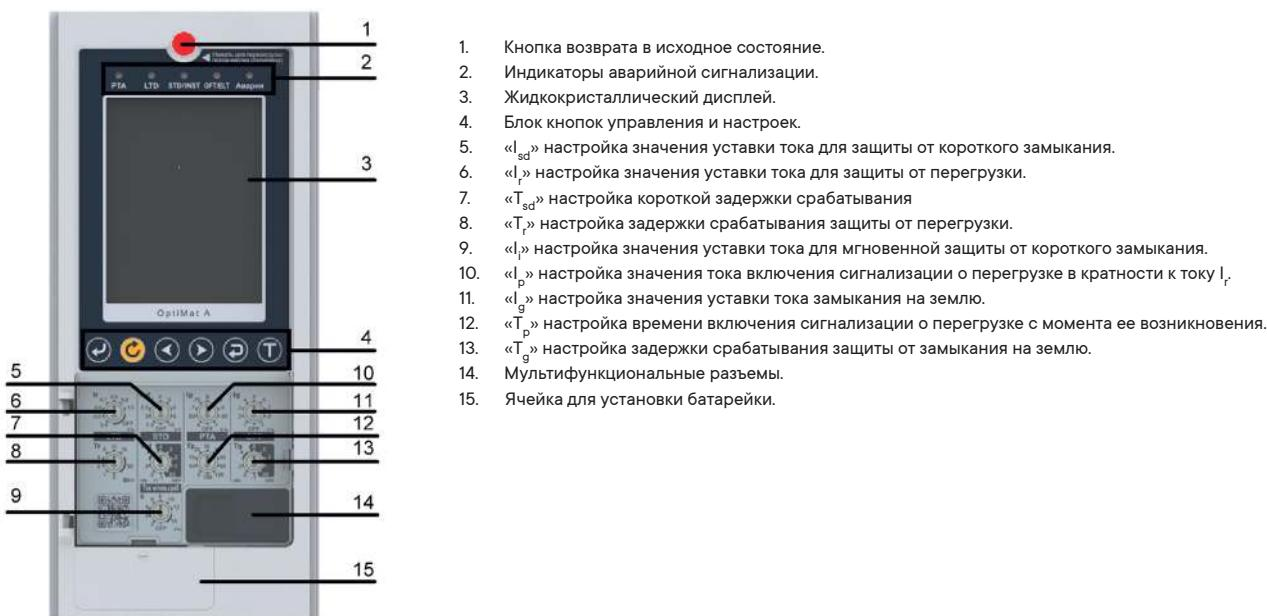

Рисунок 24 – Микропроцессорный расцепитель MR8.2
4.2.5 Внешний вид микропроцессорного расцепителя MR8.2, смотри рисунок 24.